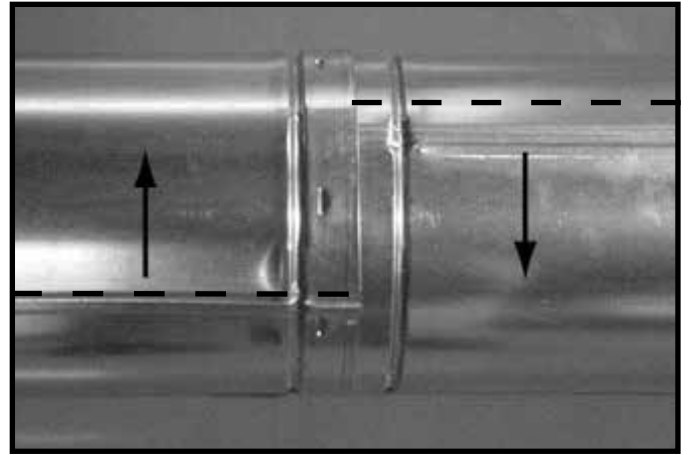
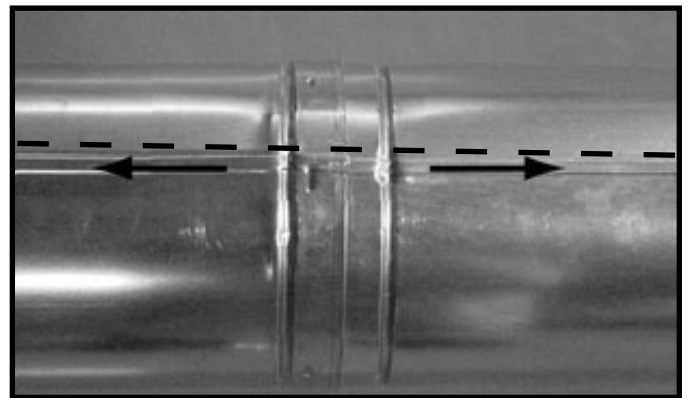

Figure 7.10 Faire tourner les joints d'assemblage pour le démontage
Figure 7.11 Aligner et démonter les sections de conduit
- Faites pivoter l'une des sections (figure 7.10), de façon à ce que les joints d'assemblage des deux sections de conduit soient alignés, comme il est indiqué à la figure 7.11.